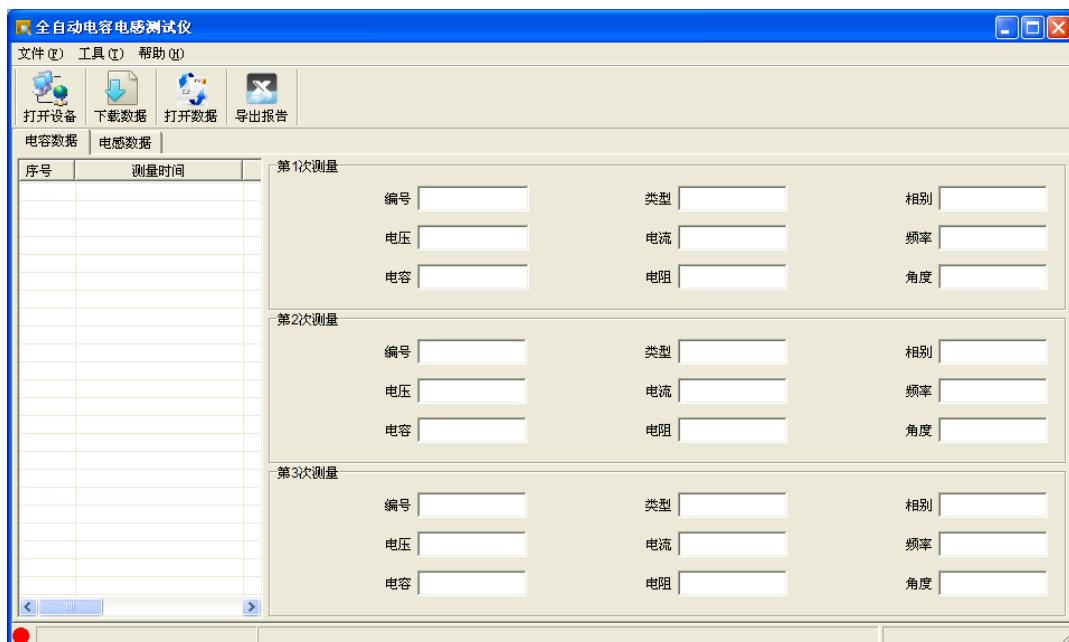
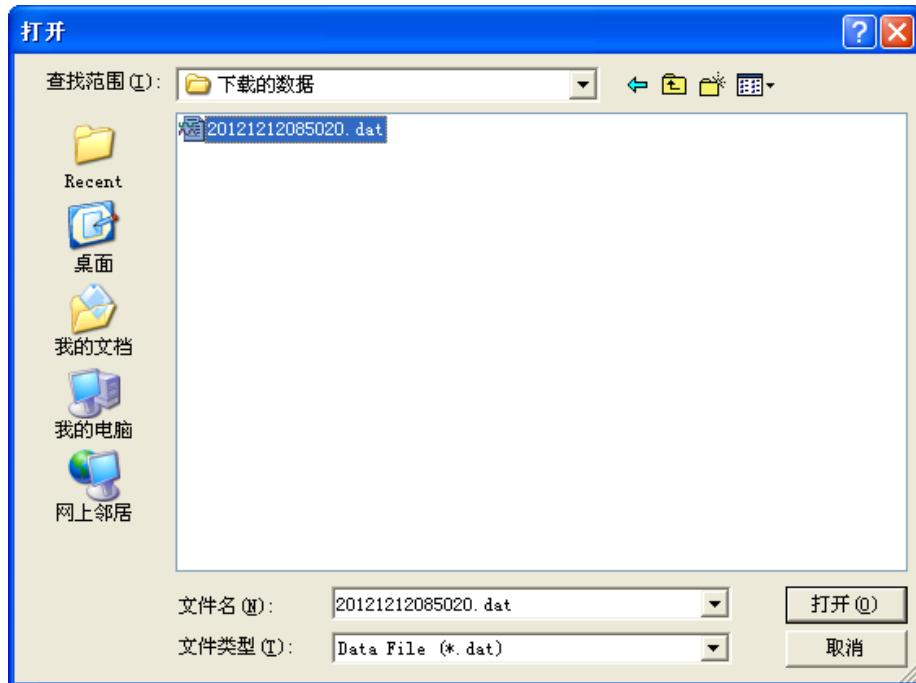

图 4.4 软件界面
图 4.11 打开数据
1. 通信连接线连接好后，打开仪器电源，待仪器进入图 3.1 所示主界面后，点击“数据通信”，然后运行“全自动电容电感测试仪. exe”，如图 4.4 所示。
4. 打开数据：在图 4.4 中，也可以通过点击“打开数据”按钮，查看已保存在 PC 机中的历史数据，如图 4.11 所示。